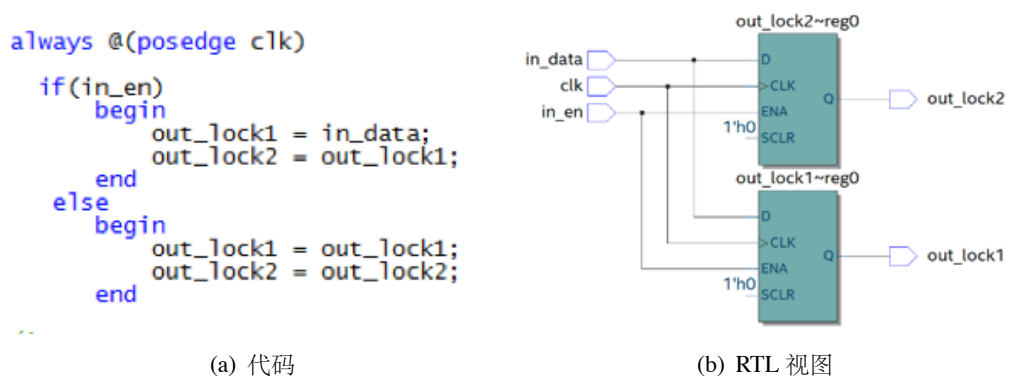

图 4-7: 阻塞赋值语句设计的触发器
**例 1** 用阻塞赋值语句来设计两个触发器，其 Verilog 语言代码如图 4-7(a) 所示。分析与综合后，点击 `Tools→Netlist Viewers→RTL Viewer` 查看其寄存器传输级视图，如图 4-7(b) 所示，从 RTL 图中可以看出，程序综合出了两个并列的触发器，`out_lock1` 和 `out_lock2` 的值同时跟着输入信号 `in_data` 值的改变而改变。